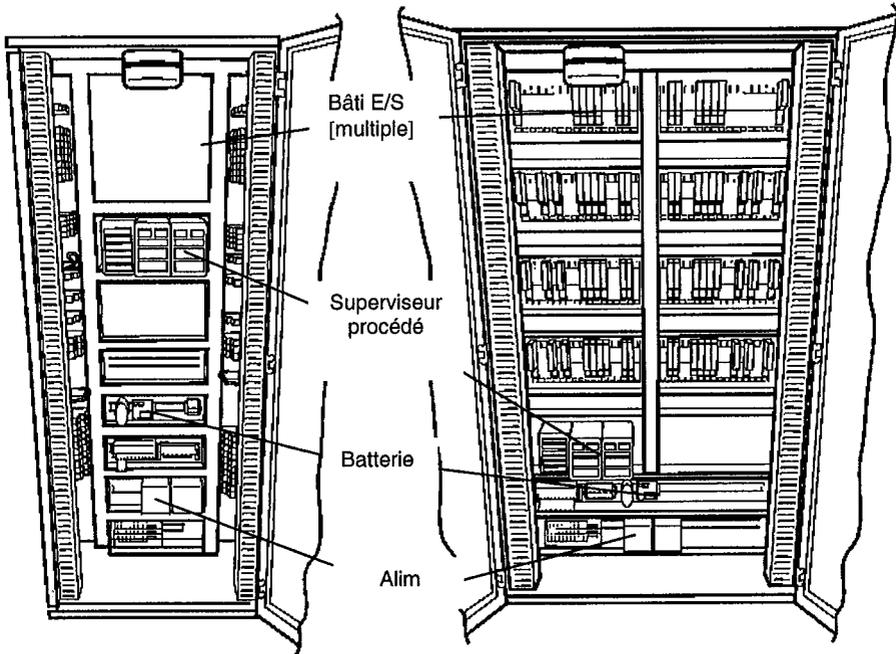

Figure 1.3.2c Installations types
- **Enceintes.** (Figure 1.3.2c). Les contrôleurs multi-fonctions sont disponibles dans différentes gammes d'enceintes qui peuvent être fixées au mur ou posées au sol. Les alimentations, borniers standard et modules entrées/sorties peuvent être montés dans ces enceintes, et si nécessaire, une unité de supervision visuelle peut être montée sur le port pour permettre une représentation visuelle des variables du procédé.